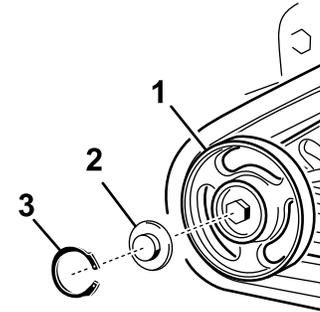

図 46
4. ロードホイールについているスナップリングとキャップを外す 図 46。
5. キャップ外した部分とガスケット周囲のグリスの状態を見る 図 46。グリスが劣化しているようであれば、完全にふき取り、ガスケットを交換して新しいグリスを入れる。
7. グリスを入れたキャップをボルトの頭に取り付ける 図 46。
8. キャップをスナップリングで固定する 図 46。